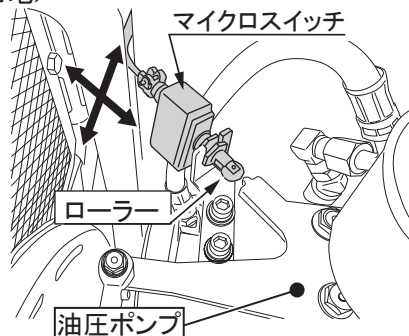

図 31
- マイクロスイッチ先端部のローラーがレバー(油圧ポンプ)のカムシャフトの凸部分に合って押されている状態が中立です。(図31)